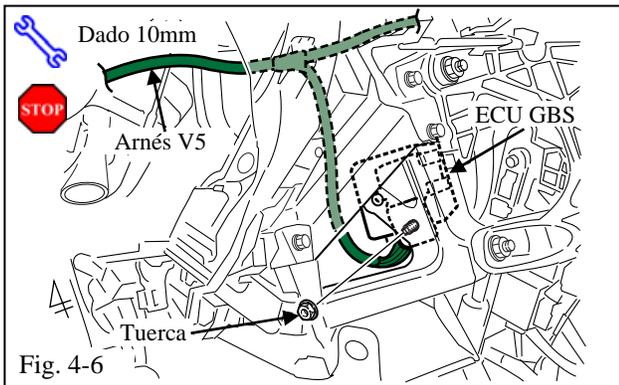

Fig. 4-6
- (g) Sujete el Soporte del ECU GBS con 1 Tuerca. (Fig. 4-6)
- (1) No apriete demasiado la Tuerca.